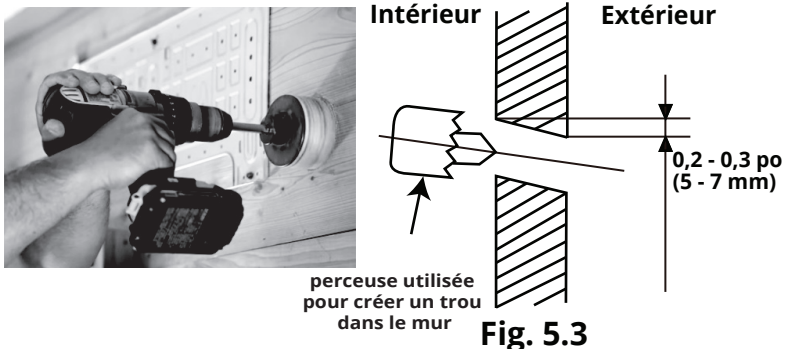

Fig. 5.3
2. À l'aide d'une carotteuse d'un diamètre de 90 mm (5,54 po), percez un trou dans le mur avec un léger angle vers le bas, de sorte que l'extrémité intérieure du trou soit plus haute que l'extrémité extérieure du trou, d'environ 5 à 7 mm (0,2 à 0,275 po). Cela permettra d'assurer un bon drainage de l'eau de l'unité intérieure (**voir la figure 5.3**).